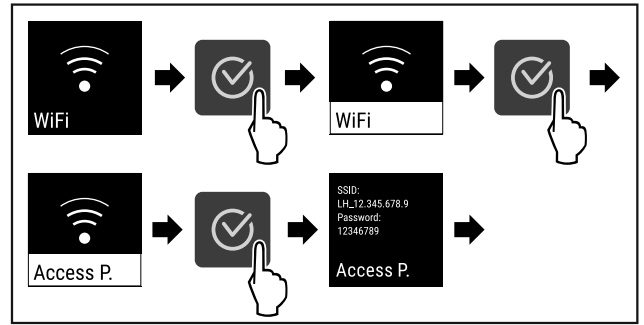

Fig. 85
- ▶ Kryeni hapat e veprimit (shihni Fig. 85).